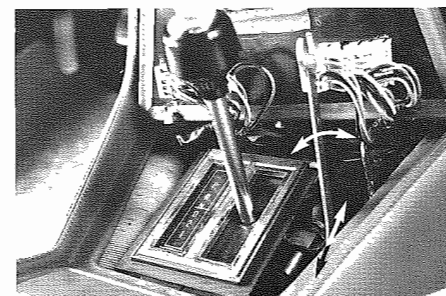

Fig. 58 - Registrare leva del cambio - Adjusting transmission lever
- Registrare l'indicatore delle marce sulla leva del cambio (**Fig. 58**).
- Adjust gear speed indicator on shift lever (**Fig. 58**).